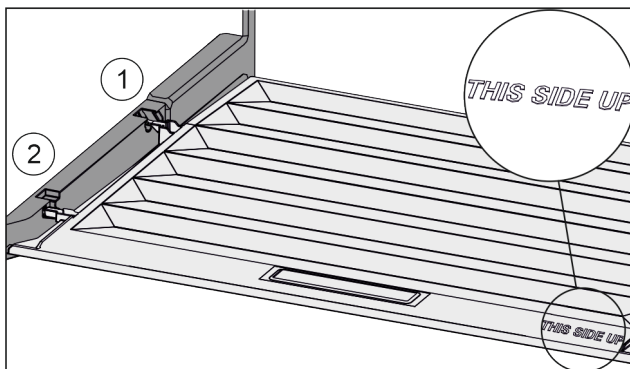

Fig. 59
- ▶ Вставить поперечные ребра крышки через отверстие заднего держателя Fig. 59 (1) и защелкнуть спереди в держателе Fig. 59 (2).